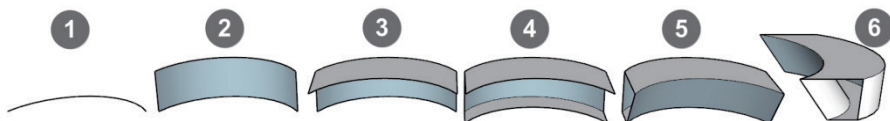

图 2.3.13 拉线成面的另一种用法
(4) “拉线成面”的功能还不止图 2.3.12 那么简单，图 2.3.13 是另外一些用法。
- 图 2.3.13 ①②是前面的基本用法。
- 图 2.3.13 ③④是分别把上下两条圆弧向侧面拉出长短不同的面。
- 图 2.3.13 ⑤⑥是把一条弧线拉往另外一条并结合，形成封闭的异形管状。